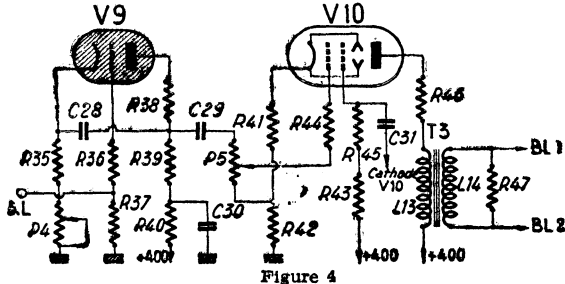

Figure 4
a) Base de temps ligne (fig. 4). — Celle-ci doit fournir des courants en dent de scie à la fréquence 11.000 environ. Elle se compose d'un générateur à thyatron V9 et d'une amplificatrice de puissance V10.